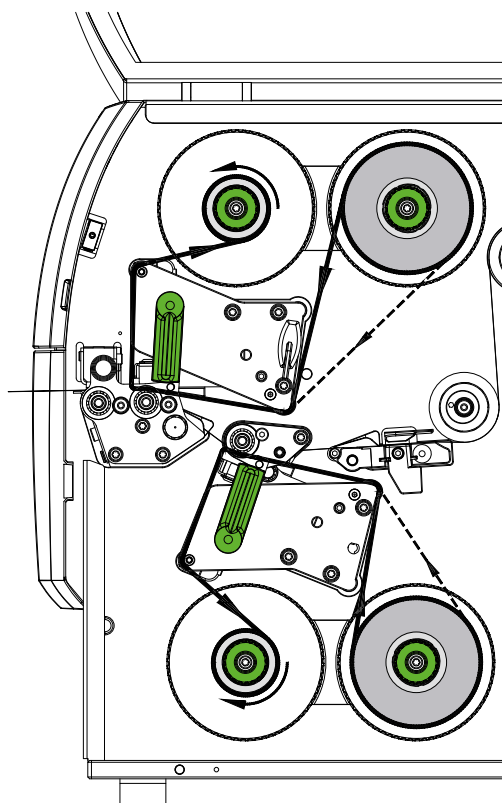

Bild 18 Transferfolienlauf
6. Geeigneten Kern (4) auf den Folienaufwickler (5) schieben und in analoger Weise wie die Folienrolle positionieren und fixieren.
7. Folie wie in Bild 18 durch die Druckmechanik führen. Die durchgehende Linie gilt für Folien mit innen-gewickelter, die gestrichelte Linie für Folien mit außengewickelter Beschichtungsseite.
8. Folienanfang mit einem Klebestreifen mittig am Folienkern (4) fixieren. Rotationsrichtung des Aufwicklers entgegen dem Uhrzeigersinn beachten.
9. Folienaufwickler (5) entgegen dem Uhrzeigersinn drehen, um den Folienlauf zu glätten.
10. Hebel (6) in Uhrzeigerrichtung drehen, um den Druckkopf zu verriegeln.
11. Klappe (8) öffnen und Folie in analoger Weise in untere Druckeinheit (7) einlegen. Die Richtungsangaben gelten hier mit Ausnahme der Drehrichtung der Drehknöpfe entgegengesetzt zur oberen Druckeinheit.